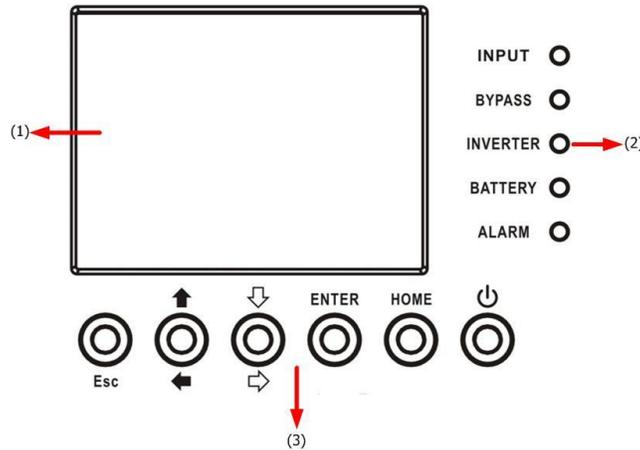

Figura 4-1: Panel de control
Este panel de control y la descripción de la pantalla se encuentran en la puerta frontal del UPS. Es el control del USUARIO, la supervisión de todos los parámetros medidos, el estado de UPS y de la batería y las alarmas. El panel de control y la descripción de la pantalla se dividen en cuatro áreas funcionales: (1) Pantalla LCD, (2) Indicaciones LED, (3) Teclas de control, (4) Alarma de audio, como se muestra en la Figura 4-1.